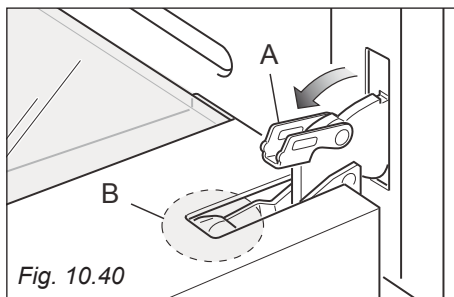
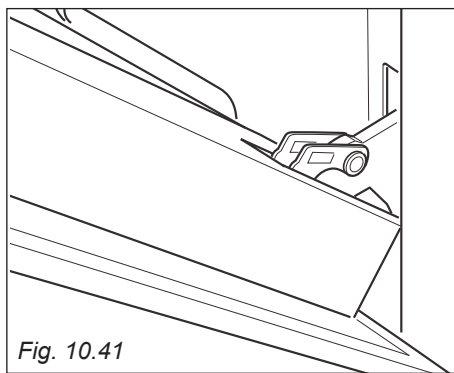

Fig. 10.40
Fig. 10.41
- Aprire completamente la leva "A" delle cerniere destra e sinistra (fig. 10.40).
- Socchiudere dolcemente la porta (fig. 10.41) fino a quando le leve "A" delle cerniere destra e sinistra si agganciano alla parte "B" della porta (fig. 10.40).
1. Assicurarsi che la porta sia bloccata aperta (vedere fig. 10.41).